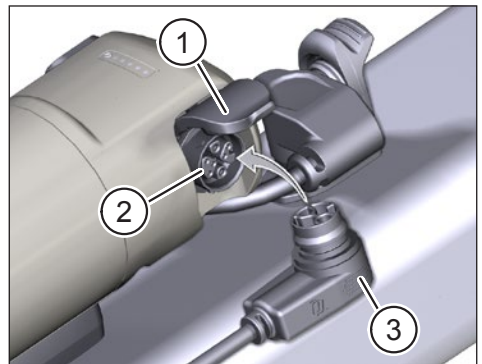

Fig. 9: Range Extender opladen
- ▶ Klap de afdekking (Pos. 1 in Fig. 9) op de oplaadpoort van de Range Extender open.
- ▶ Controleer of de aansluitingen in de oplaadpoort (Pos. 2 in Fig. 9) vrij zijn van vuil en reinig ze indien nodig.
- ▶ Steek de laadstekker (Pos. 3 in Fig. 9) van de lader in de laadpoort van de Range Extender.